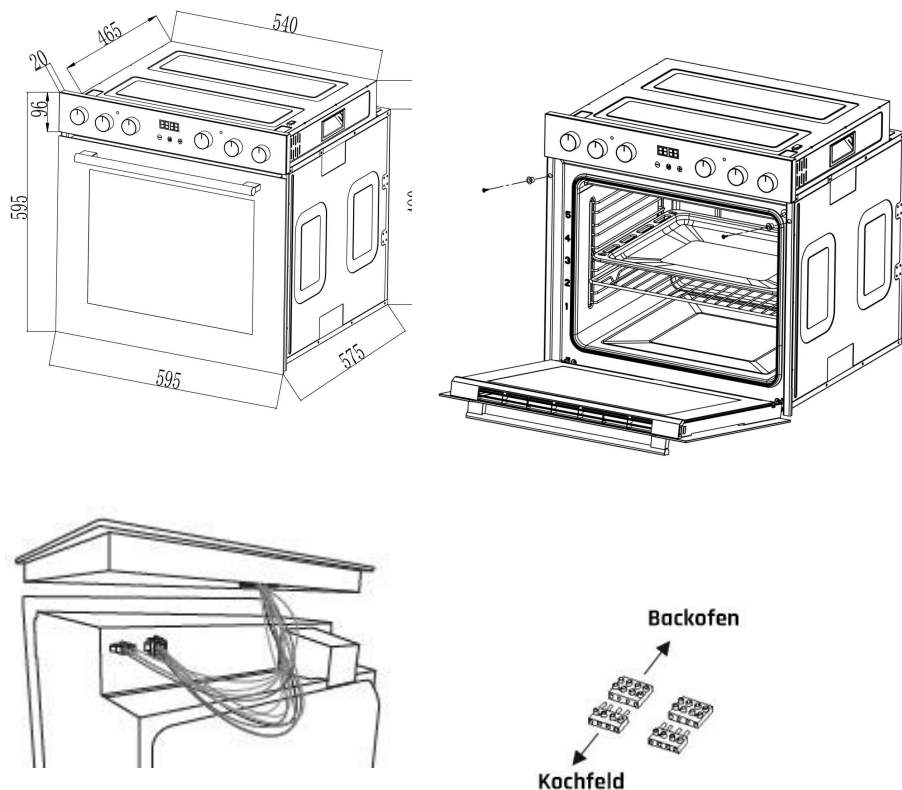

Abbildung 3
2. Einbau des Backofens: (wie in Abbildung 3 dargestellt)